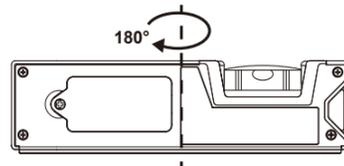

РИС. 2
d. В том же месте поверните оборудование на 180° (см. следующий РИС. 2), затем нажмите кнопку MODE, "CAL 2" мигнет несколько раз. После того, как "CAL 2" исчезнет, калибровка будет завершена, и на ЖК-дисплее отобразится текущий угол с высокой точностью.